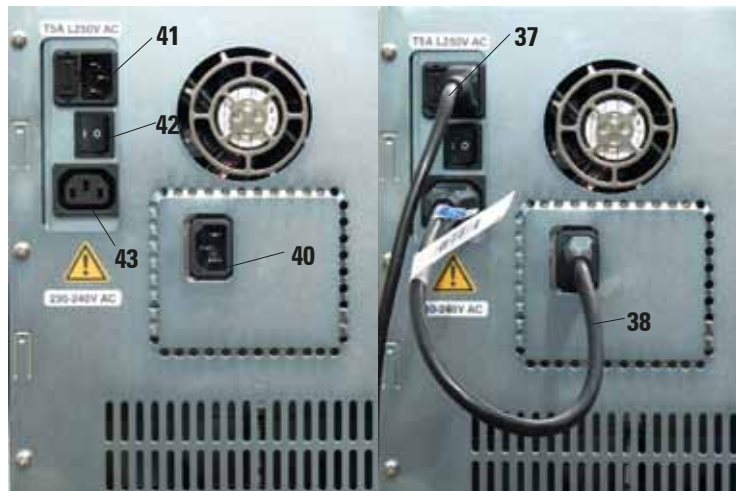

Fig. 4
Installare lo strumento in modo che l'interruttore dell'alimentazione posto sul retro (Fig. 4, 42) sia sempre facilmente raggiungibile.
- Commutare l'interruttore ON/OFF (punto 42, fig. 4) situato sul pannello posteriore dello strumento su **(ON)**.